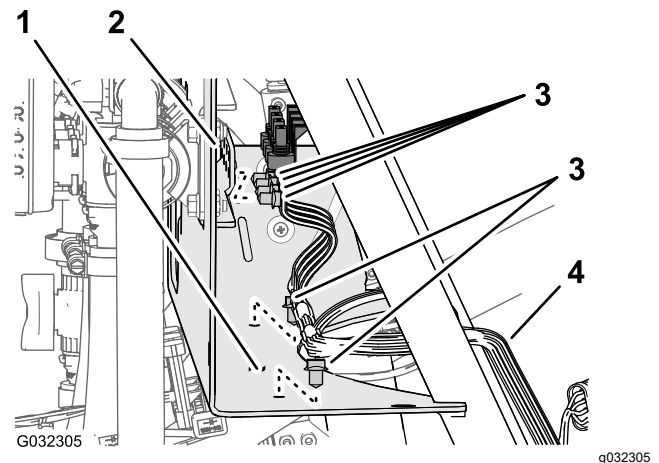

Рисунок 24
3. Снимите вставные держатели, которые крепят задний жгут проводов к отверстиям в передней части и нижней плите крепления коллектора (**Рисунок 24**).